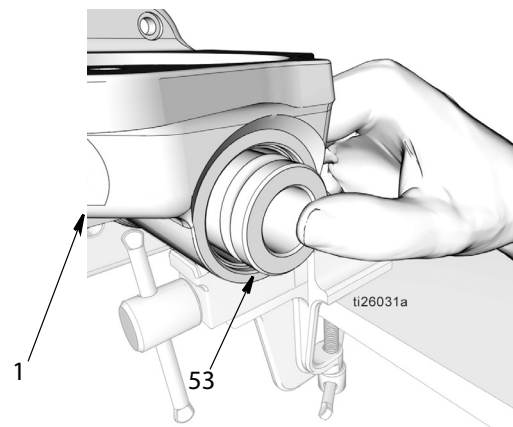

Рис. 42
- d. Используйте свои пальцы для вжатия соединительной муфты (53) в основание насоса (1). Затем с помощью стержня из мягкого материала вдавите соединительную муфту полностью вниз насколько возможно (Рис. 42).
**ПРИМЕЧАНИЕ:** Соблюдайте осторожность, чтобы не поцарапать или не повредить соединительную муфту и/или корпус основания насоса (1) во время установки соединительной муфты в основание насоса. Поцарапанные или поврежденные поверхности могут создать путь для утечки жидкости во время работы насоса и помешает надлежащей работе насоса.